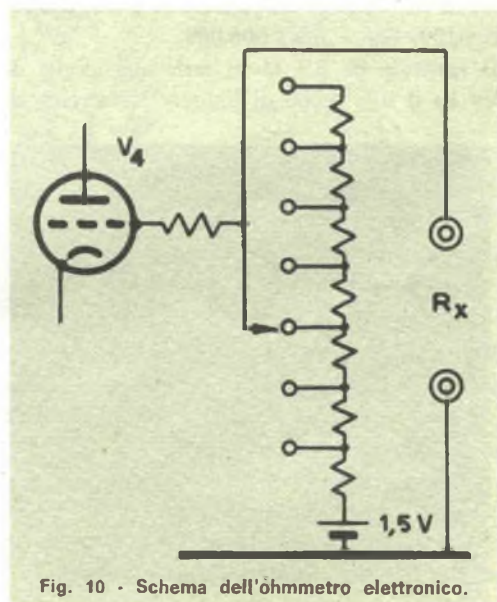

Fig. 10 - Schema dell'ohmmetro elettronico.
**Realizzazione dell'ohmmetro** - Lo schema dell'ohmmetro è quello della fig. 10.